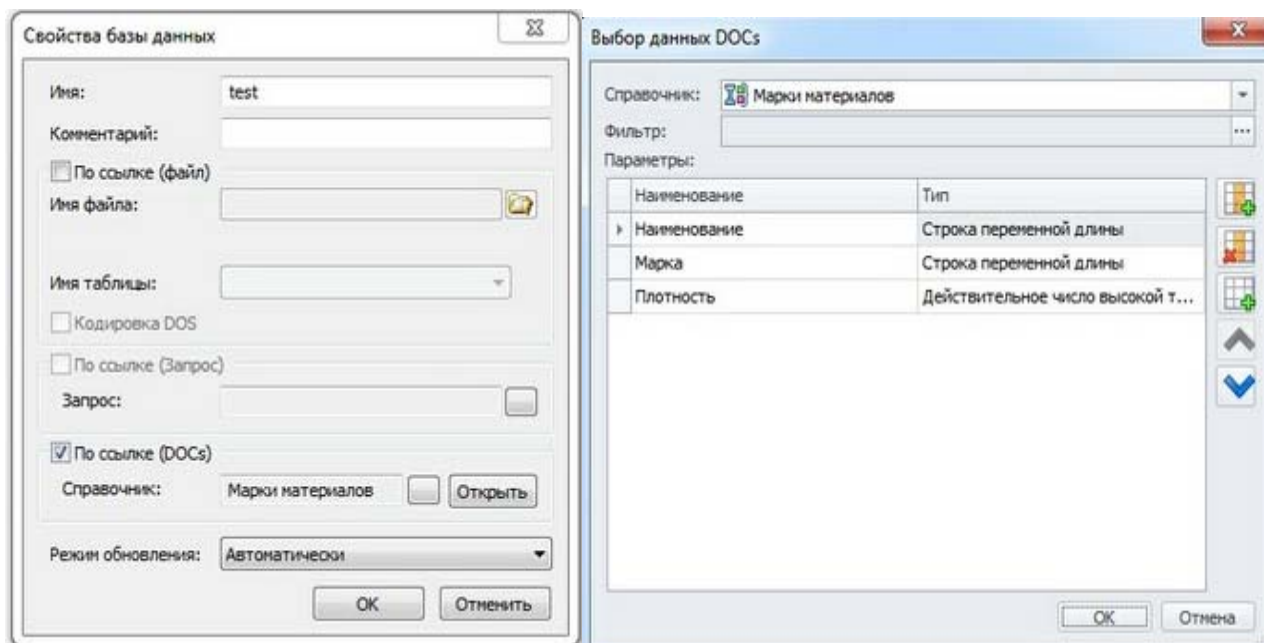

Рисунок 4 - Задание свойств базы данных
2) Для связи базы данных со справочником системы T-FLEX DOCs необходимо установить флаг "По ссылке (DOCs)" в свойствах базы данных. Для выбора справочника воспользуйтесь кнопкой "Обзор". В появившемся окне "Выбор данных DOCs" необходимо выбрать справочник и поля, которые будут отображаться в базе данных. При необходимости можно задать фильтр для отбора данных по условию. (Рисунок 4)